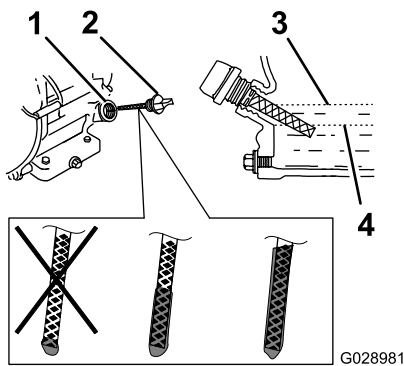

Figure 41
- Sortez la jauge (Figure 41) et versez lentement de l'huile par l'orifice de remplissage jusqu'à ce qu'elle atteigne le repère supérieur (bord inférieur de l'orifice de remplissage) sur la jauge.